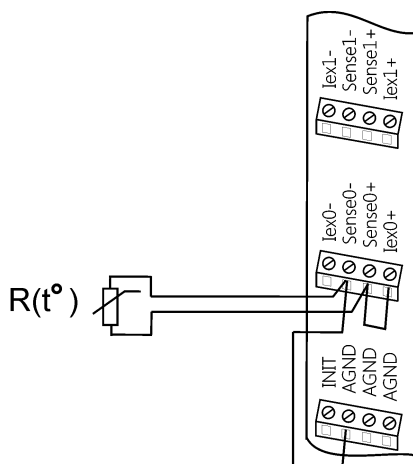
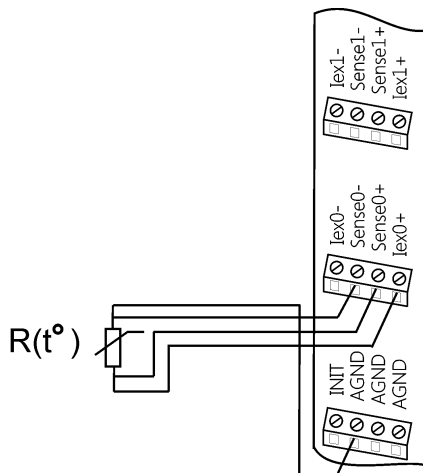

Рис. 5.13. Двухпроводное подключение резистивного термопреобразователя к модулю NLS-4RTD-CAN
Рис. 5.15. Четырехпроводное подключение резистивного термопреобразователя к модулю NLS-4RTD-CAN
- подготовить 4-проводную схему подсоединения образцового резистора к модулю (рис. 5.15);
Резистивные медные, платиновые или никелевые термопреобразователи сопротивления подключаются к модулю NLS-4RTD по одному из трех вариантов (рис. 5.13 - рис. 5.15). Для измерения сопротивления из модуля в термопреобразователь задают ток с помощью "идеальных" источников тока  $I_{ex+}$  и  $I_{ex-}$  и снимают величину падения напряжения на датчике с помощью потенциальных входов модуля Sense+ и Sense-. При фиксированном токе падение напряжения прямо пропорционально сопротивлению датчика, которое затем пересчитывается в значения температуры по табличным данным, взятым из ГОСТ 6651-2009 и хранимым в ЭПЗУ модуля.
Четырехпроводная схема (рис. 5.15) использует только один источник тока. Поэтому исключается погрешность рассогласования токов  $I_{ex0+}$  и  $I_{ex0-}$ . Четырехпроводная схема не использует принцип компенсации сопротивлений и поэтому позволяет исключить влияние проводов независимо от величины рассогласования их сопротивлений. Для этого напряжение измеряется непосредственно на выводах датчика (рис. 5.15). Эта схема измерения является наиболее точной. Она позволяет подключить 4 датчика.